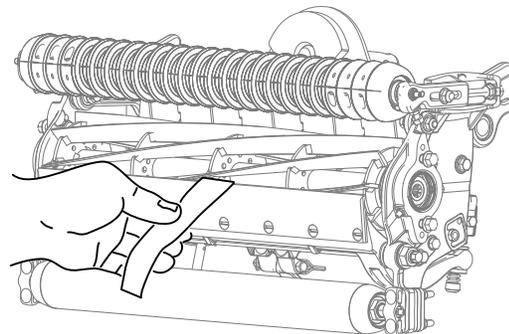

Figura 14
12. Verificate le prestazioni di taglio inserendo una lunga striscia di carta di verifica del taglio Toro tra il cilindro e la controlama, perpendicolarmente alla controlama (Figura 14).